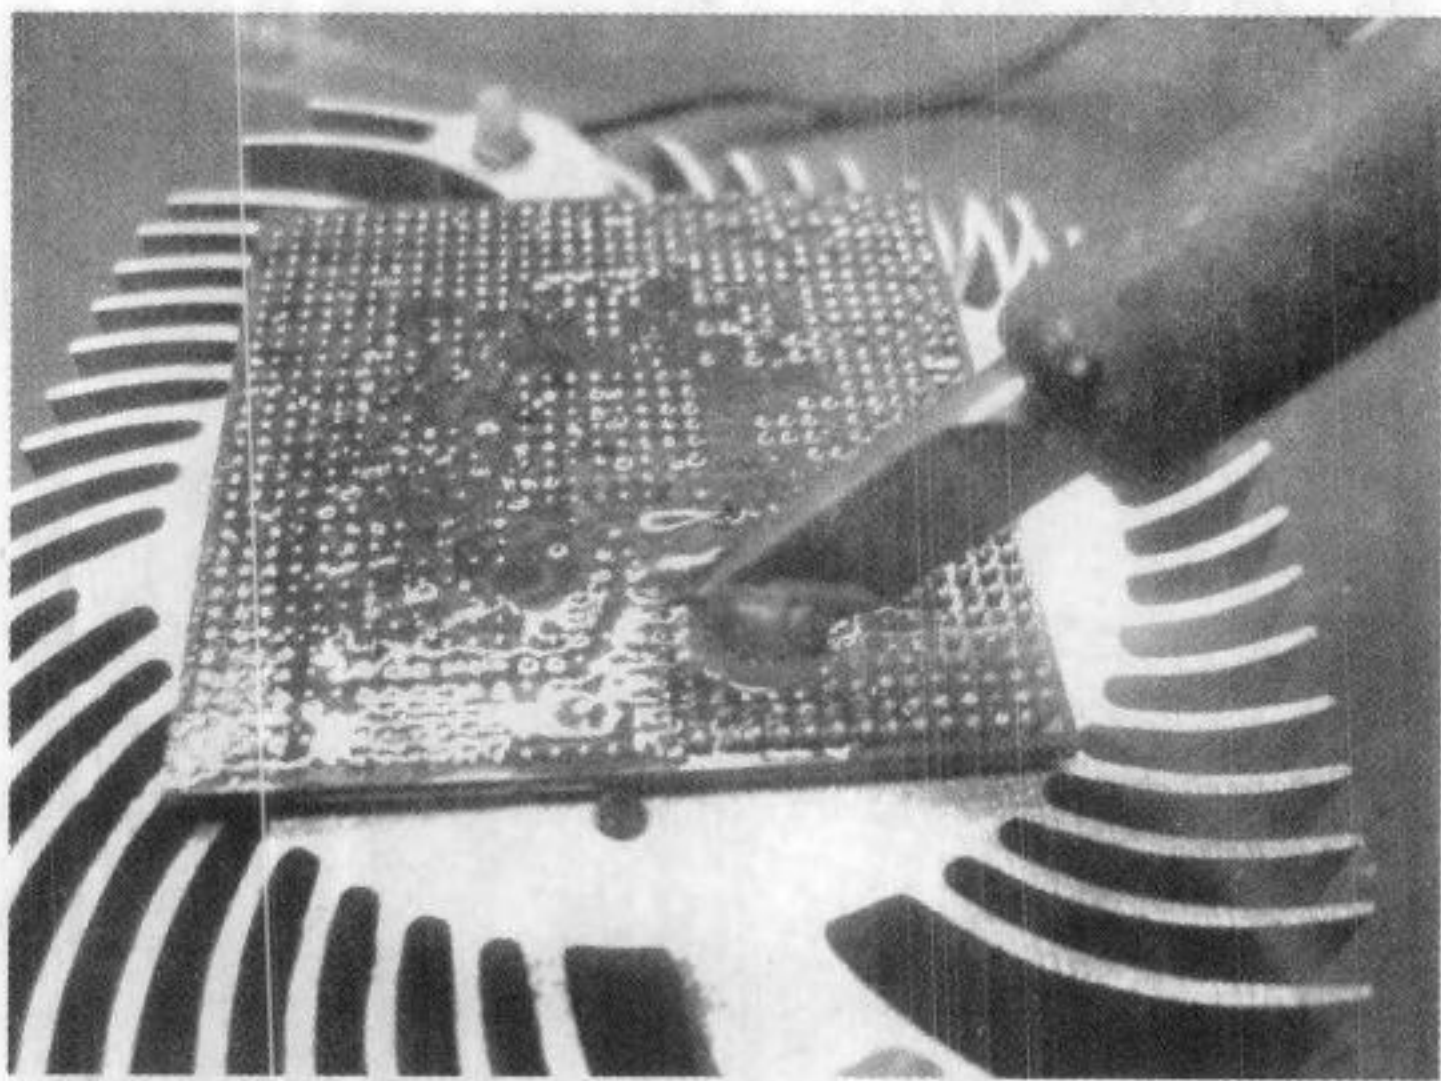

图 4-34 拖锡
(2) 将芯片和 PCB 焊点上的锡拖走, 如图 4-34 所示。